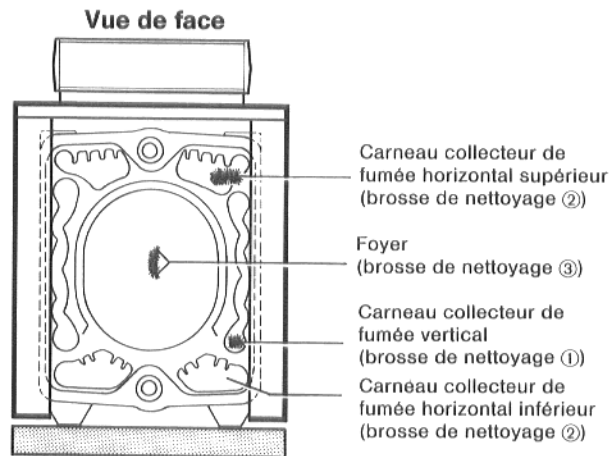

Fig. 32
Nettoyer le foyer à l'aide de la brosse de nettoyage ③ (fig. 32).
Nettoyer les carnaux collecteurs de fumée horizontaux supérieurs à l'aide de la brosse de nettoyage ② (fig. 32).
Nettoyer les carnaux collecteurs de fumée verticaux séparés d'avant en arrière à l'aide de la brosse de nettoyage ① (fig. 32).
Nettoyer les carnaux de collecteurs de fumée horizontaux inférieurs à l'aide de la brosse de nettoyage ② (fig. 32 et 33).